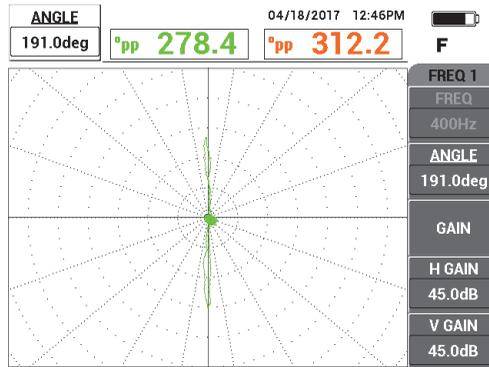

Figura 5-195 Ajuste de fase de la señal
4. Pulse la tecla ANGLE () y, después, gire la señal hasta que se encuentre en posición vertical en la pantalla del equipo (vea la Figura 5-195 en la página 289).